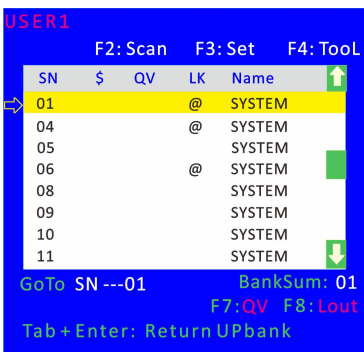

图 4-1.5
2. 由[User1] 用户登入 OSD 菜单（图 4-1.5）所示